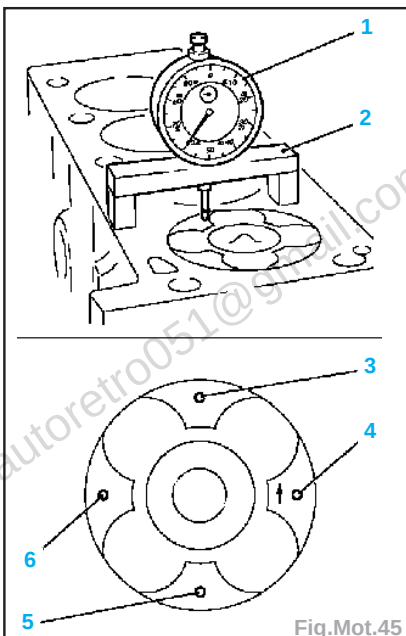

Fig.Mot.45
- Placer la règle de mesure **KM-301** (2) sur le plan de joint nettoyé du bloc-cylindres. Insérer le comparateur **MKM-571-B** (1) avec la précharge dans la règle de mesure (Fig.Mot.45).